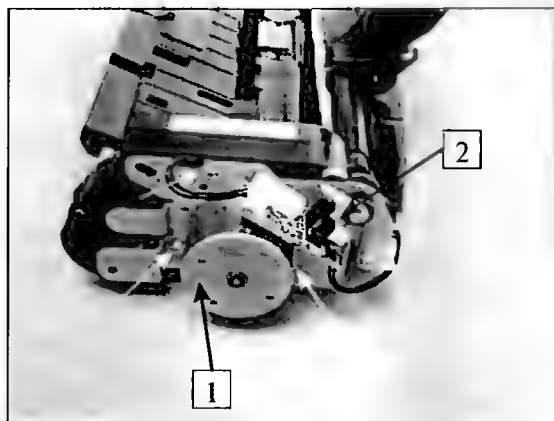
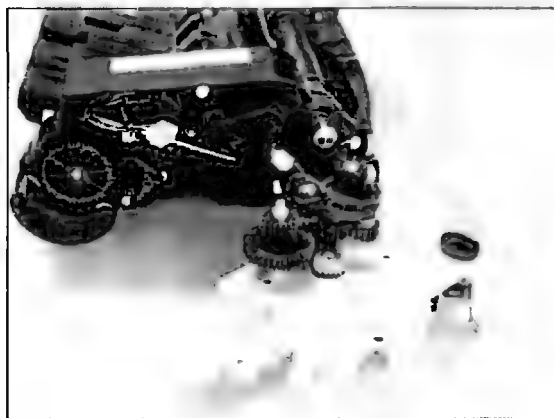
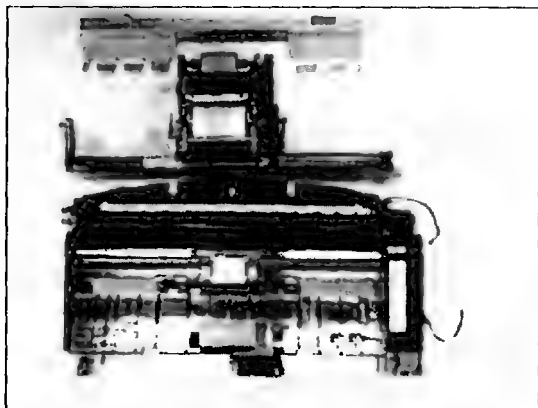
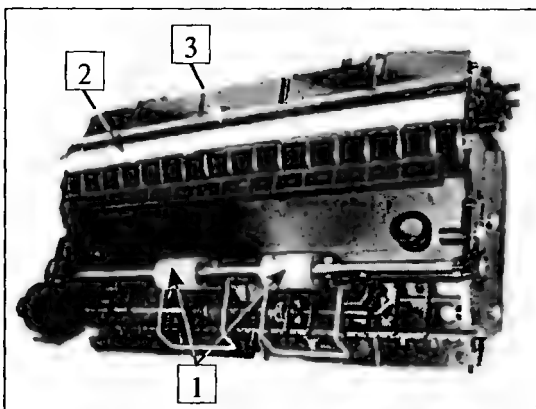

Рис. 9.21
Рис. 9.22
Рис. 9.23
Рис. 9.24
- Для снятия ADF с помощью отвертки T5 откручивают четыре винта его крепления к основанию, приподнимают, отделяют крышку редуктора, отсоединяют разъем от платы двигателя привода 1 (рис. 9.21). На рисунке также виден оптический датчик открытия верхней крышки 2.
- Для снятия редуктора привода ADF откручивают три винта крепления металлического основания редуктора к основанию ADF (на рис. 9.21 показаны стрелками) и, отсоединив разъем от оптических датчиков регистрации и прохождения листа бумаги (рис. 9.22), снимают редуктор. На рис. 9.23 детали описываемого механизма размещены в порядке их разборки. На рис. 9.24 показан вид редуктора снизу, видны ролики выхода бумаги из механизма 1, выравнивающая пластина листа бумаги 2 и планка снятия статического электричества 3. Если потребуется разобрать этот узел на отдельные элементы, достаточно открутить винты с его боковых сторон.